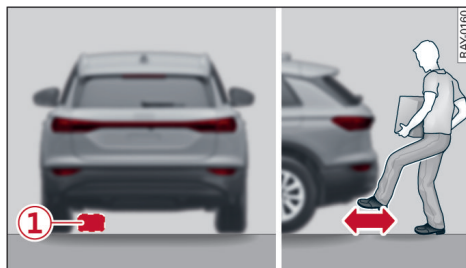

图 17 车尾：踢腿运动（实例）
- ▶ 要打开/关闭行李厢盖时，请一下子把脚运动到非常接近保险杠 ① 下部的地方 1 次，然后抽回（踢摆动作）⇒ 图 17。此时不要接触保险杠。请保证站稳。如果系统识别到此运动，那么行李厢盖自动打开/关闭。
- 请始终注意：不得无意间让有效的汽车钥匙位于保险杠下的行李厢盖感应器探测部位 ① ⇒ 图 17。